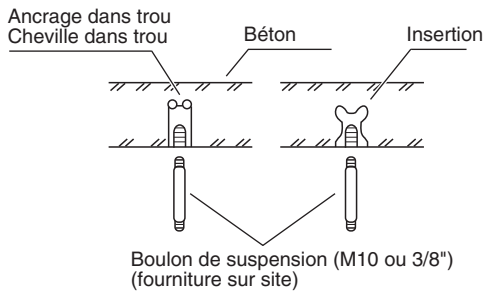

Fig. 3-3
- Insérer les boulons de suspension (Fig. 3-3) ou
- (2) Visser les boulons de suspension, en les laissant dépasser du plafond (Fig. 3-3). (Coupez le matériau du plafond, si besoin.)